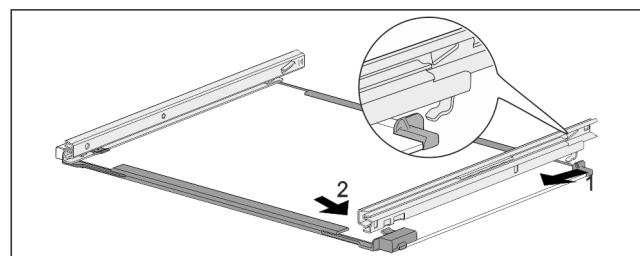

Fig. 158 Steklena plošča z vodili
- Vodilo obesite na kavelj na zadnji strani. Fig. 158 (1)
- Vodilo zaskočite na sprednji strani. Fig. 158 (2)